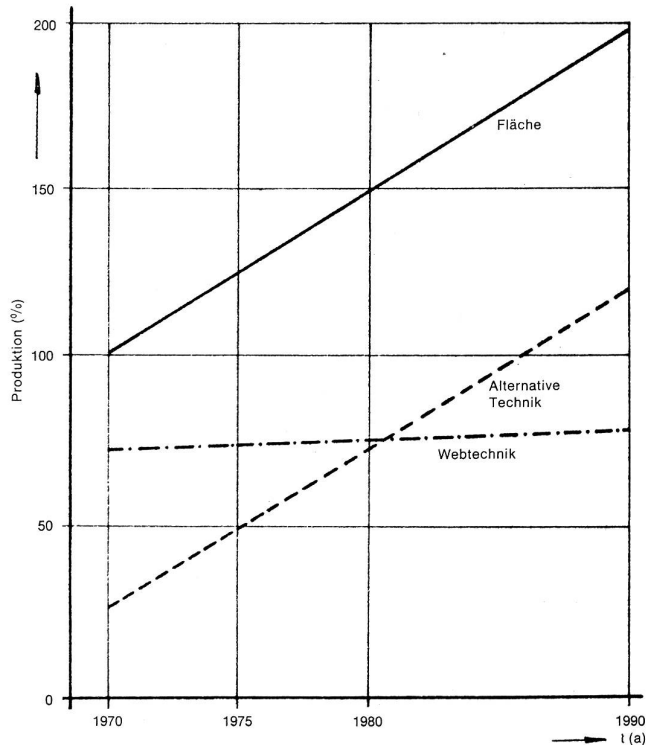
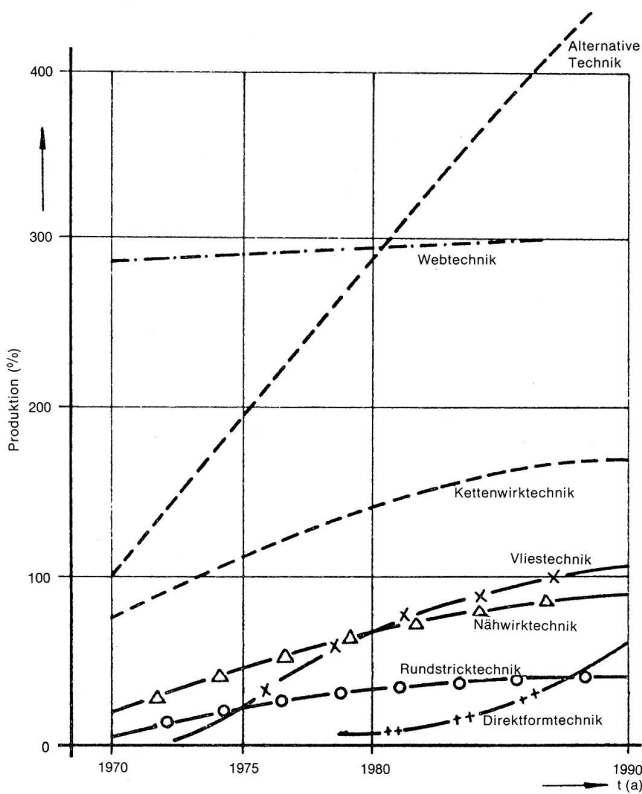

Abbildung 1 Prognostische Entwicklung der textilen Flächenbildung in der DDR (Anteile der Web- und alternativen Technik)
Abbildung 2 Prognostische Entwicklung der textilen Flächenbildung in der DDR (Einschätzung der alternativen Verfahren)
Wir gehen davon aus, dass sich in der DDR der Bedarf an textilen Flächen im Zeitraum 1970—1990 verdoppeln wird (Abbildung 1). Die Fadenverbundverfahren werden auch bis 1990 mit ca. 80 % dominieren. Der Hauptanteil des Zuwachses an produzierten Textilflächen wird durch zum Weben alternative Verfahren erzeugt werden müssen, so dass deren gegenwärtiger Anteil von ca. 40 % auf 60 % im Jahre 1990 ansteigen wird. Hinsichtlich der Anteile der verschiedenen «alternativen» Verfahren bestehen die in Abbildung 2 dargestellten Vorstellungen (7).